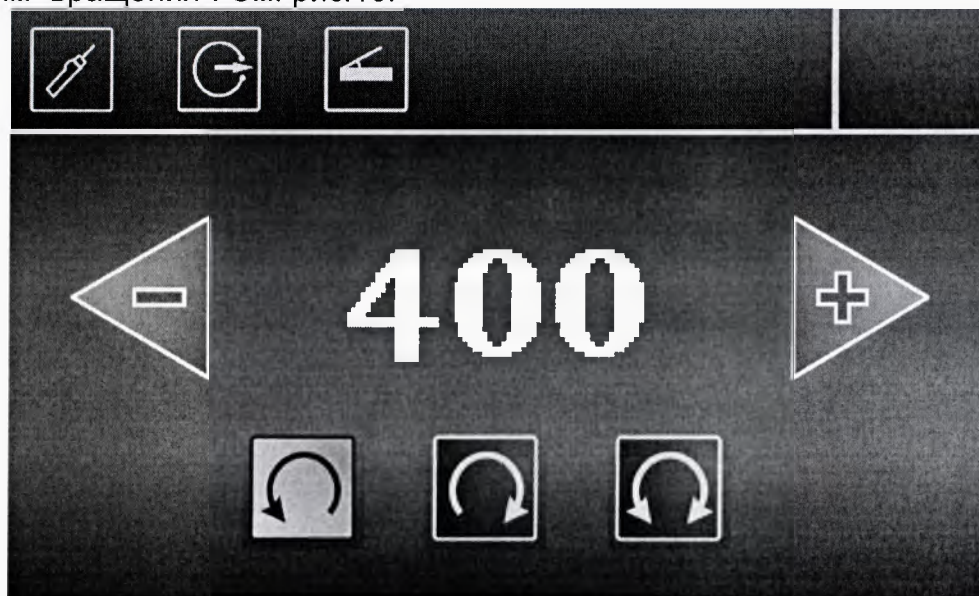

Рисунок 10.
8.1. Предположим, что после включения блока управления на экране высветился режим «вращения». См. рис.10.